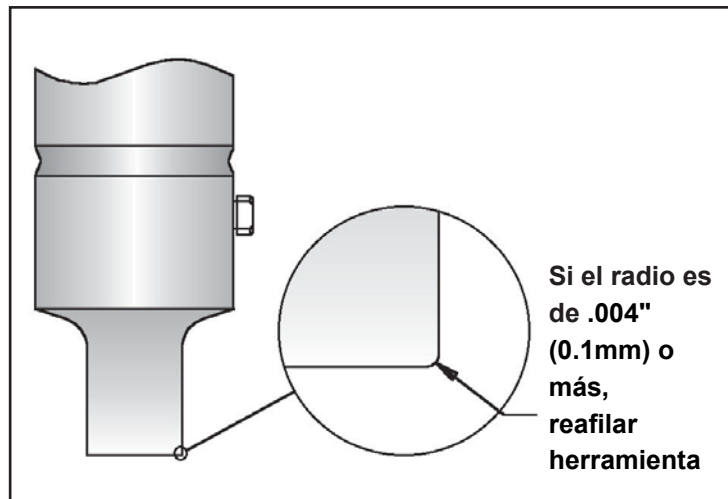

Figura 1: Reafilar herramientas cuando se produzca un radio de .004" (0.1mm) en el filo.
- Monitorear el filo de la herramienta. Se recomienda que las herramientas se reafilen cuando el filo está desgastado a aproximadamente .004" (0.1mm) de radio. (Ver Figura 1).